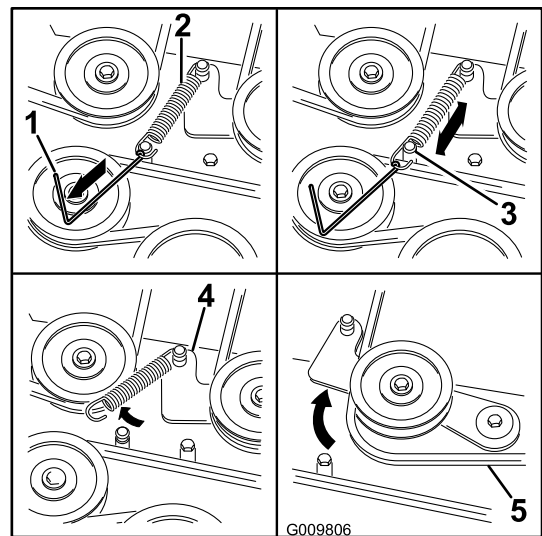

Figura 62
8. Utilizando um removedor de molas (peça Toro n.º 92-5771), retire a mola intermédia do poste da plataforma para eliminar tensão da polia intermédia (Figura 62).
11. Instale a nova correia em torno das polias do cortador e da polia da embraiagem sob o motor (Figura 62).
12. Utilize um removedor de molas (peça Toro n.º 92-5771), instale a mola intermédia por cima do poste da plataforma para colocar tensão na polia intermédia e na correia do cortador (Figura 62).